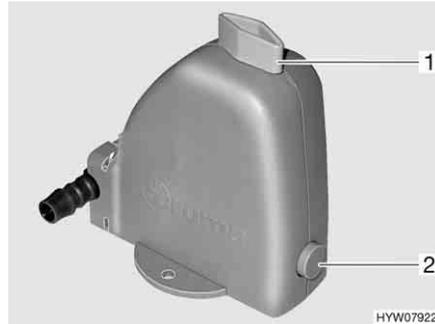

Fig. 222 Válvula de segurança e de descarga do termoacumulador
O termoacumulador está equipado com uma válvula de segurança e de descarga (Fig. 222). A válvula de segurança e de descarga impede que a água gele no termoacumulador, quando o aquecimento não está ligado em caso de gelo.
- Feche a válvula de segurança e de descarga. Para isso, rode o botão giratório (Fig. 222,1) transversalmente em relação à válvula de segurança e de descarga e empurre o botão de pressão (Fig. 222,2) para dentro.
- Abra a válvula de segurança e de descarga. Para isso, rode o botão giratório (Fig. 222,1) longitudinalmente em relação à válvula de segurança e de descarga. O botão de pressão (Fig. 222,2) salta para fora. O termoacumulador é despejado para fora através da válvula de segurança e de descarga.